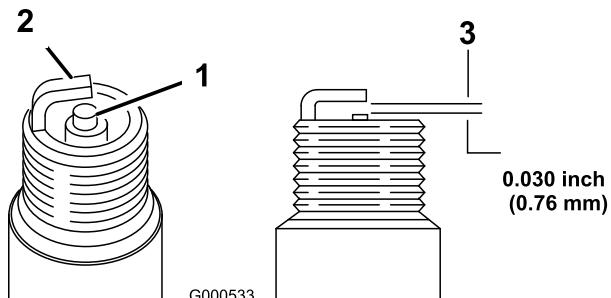

Figura 30
- Mire la parte central de la bujía (Figura 30). Si se observa un color gris o marrón claro en el aislante, el motor está funcionando correctamente. Si el aislante aparece de color negro, significa que el limpiador de aire está sucio.
- Compruebe la separación entre los electrodos central y lateral (Figura 30). Si la distancia no es correcta, doble el electrodo lateral (Figura 30).